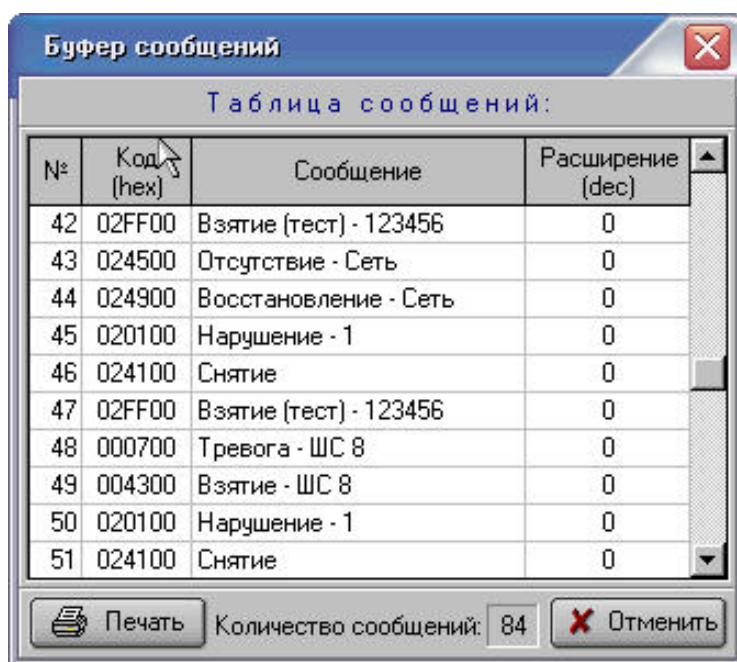

Рисунок 5
4) В промышленных условиях, тяжелых в плане электромагнитного шума, рекомендуется применять экранированный кабель с витой парой. Экран, охватывающий проводники линии, защищает их от паразитных емкостных связей и внешних магнитных полей. Экран следует заземлять только в одной из крайних точек линии, например, в ведущем приборе, используя клемму «Экран» (см. рисунок 5). Заземление в нескольких точках недопустимо: из-за разности потенциалов местных "земель" по экрану могут протекать существенные токи, которые будут создавать наводки на сигнальные проводники.